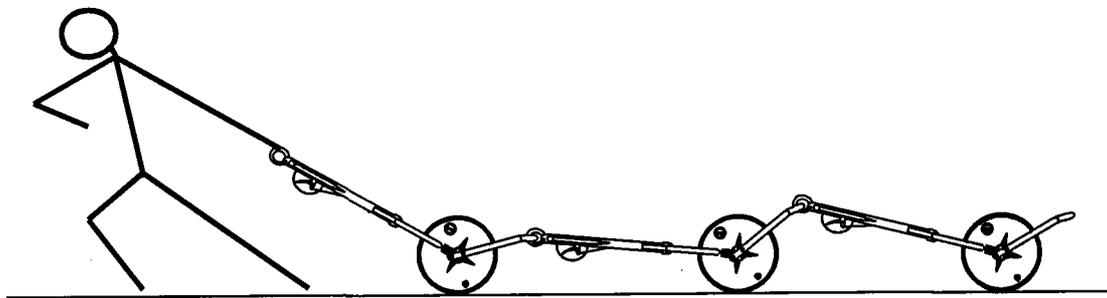

图 12
- [0019] 图 12 是 3 辆本运水车首尾相连运水示意图
[0046] 在连杆 2 中间焊有一个牵引环 1,如果套上另一辆运水车的被牵引钩 15,就可以将其牵引,如果拉车的人力量足够大的话,还可以往下牵引。图 12 就是本运水车首尾相连的示意图。但这种情况只能拉着走,推着走不好掌握方向。这种情况还只能在平路上拉,上下坡都得慎用,或者不用。因为上坡时全部挂上,未必能拉得动;下坡时惯性太大,不好掌握,易产生危险。